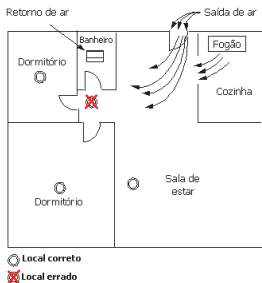

Figura 6: Locais recomendados para o detector de fumo e de calor
- ◆ Nas rotas de ar fresco. O fluxo de entrada e saída de ar fresco pode afastar o fumo do detector de fumo e de calor, e assim reduzindo a sua eficiência. A Figura 6 indica os locais corretos e incorretos no que respeita a esse problema